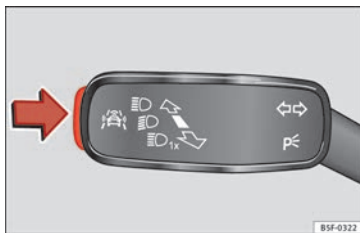

Fig. 45 Sulla leva degli indicatori di direzione e degli abbaglianti: tasti per i sistemi di assistenza alla guida.
- Premere brevemente il tasto » fig. 45 nella direzione indicata dalla freccia per aprire il menu **Assistenti**.